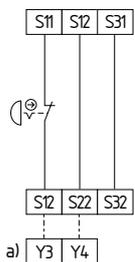

Fig. 12
**Circuit d'arrêt d'urgence à 1 canal avec organes de commande selon DIN EN ISO 13850 (EN 418) et EN 60947-5-5 (Fig. 12)**